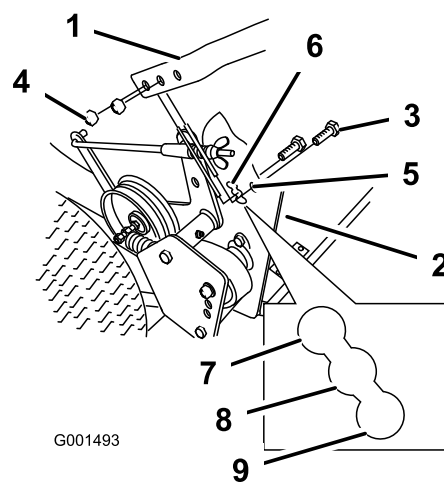

Figura 14
- Afloje los pernos (3/8 x 1-1/4 pulgadas) y tuercas con arandela prensada superiores que sujetan el manillar al bastidor trasero (Figura 14).
- Retire los pernos con arandela prensada inferiores (3/8 x 1 pulgada) y las tuercas con arandela prensada que sujetan el manillar al bastidor trasero (Figura 14).